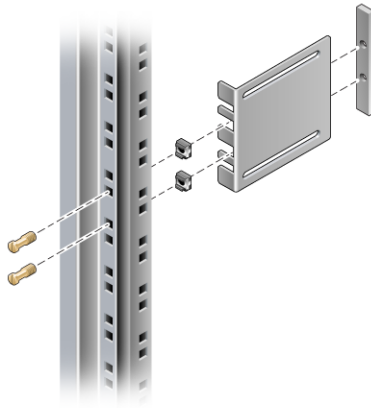

FIGURE 3-10 Fixation des supports au rack
7. Soulevez chaque support court à la position désirée sur la partie *avant* du rack et fixez un support court sur chacun des montants avant du rack (FIGURE 3-10).
À l'aide de deux vis à embase en laiton et écrous à cage M6 (si nécessaire), et d'une barrette filetée, fixez chaque support (FIGURE 3-10).
8. Soulevez chaque support long à la position désirée sur la partie *arrière* du rack et attachez un support long à chacun des montants arrière du rack (FIGURE 3-10).